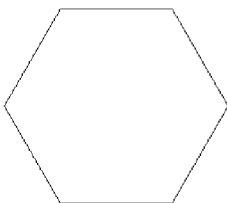
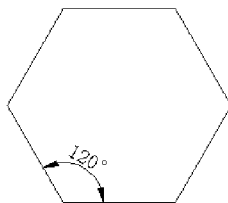

图 3.22 原图
图 3.23 标注角度尺寸
(1) 单击“角度”标注按钮,选择要标注角度的第一及第二条线。
(2) 移动光标到适当位置后,单击鼠标左键即可显示标注值(若光标往交点处移动,说明标注的空间太小,则标注弧线的箭头会自动移动至外侧)。图 3.22 所示为原图,图 3.23 所示为标注角度尺寸后效果。